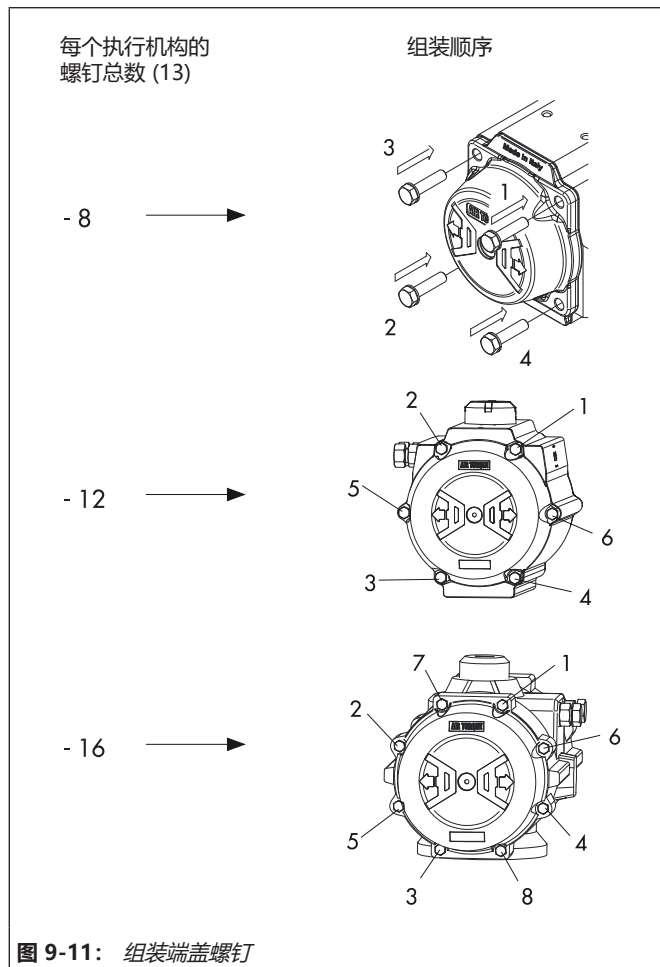

图 9-11: 组装端盖螺钉
⇒ 遵守安装顺序, 请参见图 9-11。
⇒ 完全拧紧螺钉 (13), 以所示顺序将每个螺钉拧紧一圈, 请参见图 9-11。